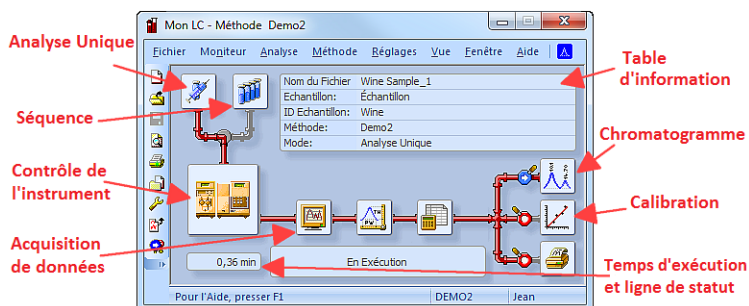

Fig 11: Fenêtre analyse-traitement
- La fenêtre **Instrument** s'ouvre; **Fig 11** sur la page **20**. affiche les icônes les plus importants de la fenêtre **Instrument**. Pendant le tour d'horizon, nous allons passer en revue toutes les fenêtres ouvertes par ces icônes.
- Les champs de la section *Analyse* contiennent des informations sur l'échantillon. Vous pouvez définir les valeurs dans les champs comme indiqué dans **Fig 12** sur la page **21**., comme paramètres d'analyse type. Une fois sélectionné comme décrit, votre fenêtre **Instrument** sera identique à ce qui est montré dans **Fig 11** sur la page **20**.
- Les champs *ID Échantillon* et *Échantillon* ① sont purement informatifs, alors que les données dans les champs *Quantité*, *Dilution*, *Quantité ISTD* et *Volume Inj.* ② sont utilisés pour d'autres calculs.
- La sélection des champs *Standard de Calibration* et *Niveau* ③ marqueraient cet échantillon comme standard de calibration et sauvegarderaient le chromatogramme dans le sous-répertoire CALIB.
- La mesure de l'échantillon sera effectuée conformément à la modification réelle du modèle de méthode ouvert dans la fenêtre **Instrument**. Le bouton *Méthode...* sert à modifier les paramètres de la méthode modèle réelle. Le bouton *Méthode...* ④ sert à modifier les paramètres du modèle de méthode réel. Revenir à la boîte de dialogue **Analyse Unique** en appuyant sur le bouton **OK**. Cliquer sur le bouton pour ouvrir la boîte de dialogue **Configuration de la Méthode** et vérifier le réglage du paramètre *Autostop* (*Autostop* est activé et le *Temps d'Analyse* réglé à 7.5 minutes).
- Dans la fenêtre **Instrument** regarder la *ligne Statut* (voir **Fig 11** sur la page **20.**). L'acquisition est désormais signalée par l'état **EN EXÉCUTION** et le temps d'exécution réel y est indiqué.
- Pour voir l'acquisition de données en cours et éventuellement la contrôler, cliquer sur l'icône *Acquisition de Données*  (voir **Fig 11** sur la page **20.**) pour ouvrir la fenêtre **Acquisition de Données**.
- Selon la configuration de votre station, un ou plusieurs signaux peuvent être affichés. Le nombre de détecteurs (signaux) et leur nom peuvent être consultés dans le coin supérieur à droite du schéma ①.